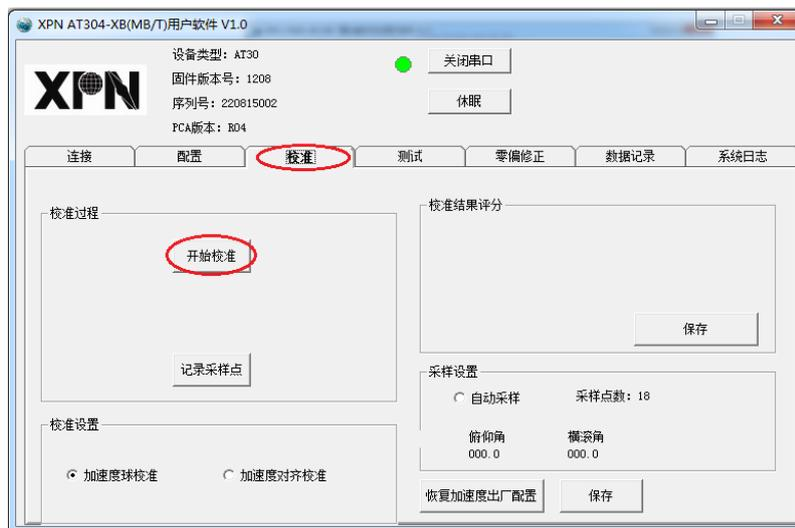

图 7-1-2
(2) 切换至“校准”页面。
(3) 点击“开始校准”按钮开始校准，见图 7-1-2。成功后按钮下方会显示数字 1，表示将要采集第 1 个校准数据。